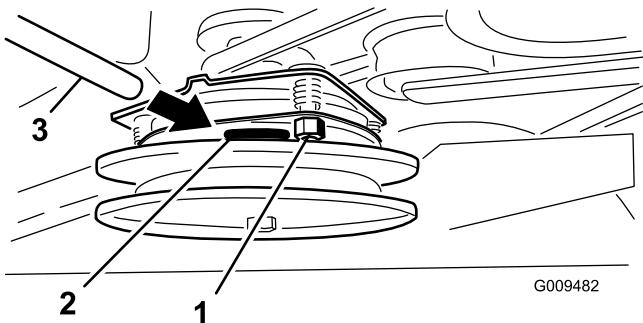

Figura 58
2. Si no es correcto, ajuste el entrehierro a 0,381 mm (0,015 pulgadas) en cada una de las tres posiciones de la ranura de ajuste. Apriete las contratuerca hasta fijar ligeramente la galga pero dejando que ésta se pueda mover con facilidad en el entrehierro (Figura 58).